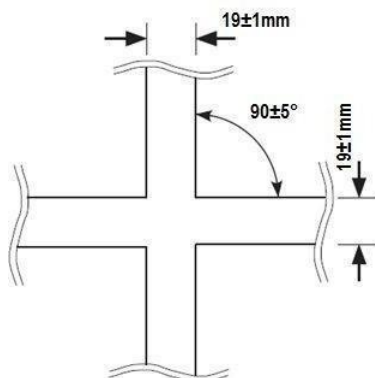

Figura 1: ângulo do cruzamento e espessura da linha
- f) Quando houver um cruzamento, o ângulo de intersecção das linhas será de  $90 \pm 5^\circ$  (vide figura 1). As partes das linhas 250mm antes e 250mm depois do cruzamento serão retas.